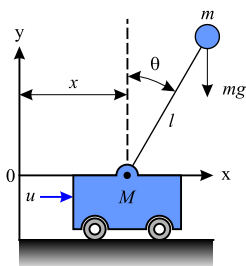

Figura 2-23
**Problema 35** Donat un pèndol invertit com el de la Figura 2-23: